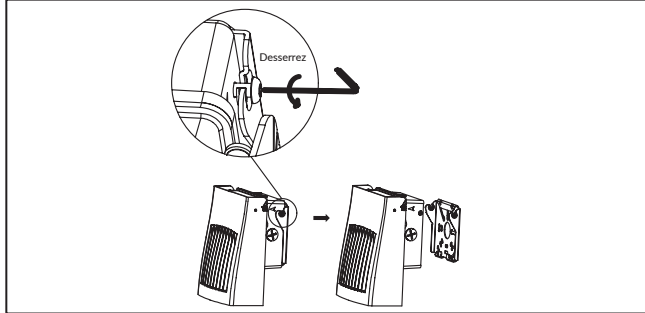

Figure 1.
- Utilisez une clé Allen 3/32 pour détacher la plaque de montage du luminaire en dévissant partiellement les 2 vis de maintien latérales, jusqu'à ce que la plaque de montage soit desserrée. (Figure 1)